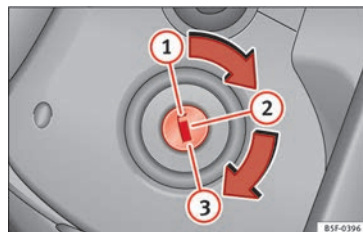

Fig. 173 Positions de la clé de contact.
Dans cette position » fig. 173 l'allumage et le moteur sont déconnectés, ce qui peut bloquer la direction. »
- Amenez la clé de contact en position » **fig. 173**  2. Le témoin  s'allumera en cas de préchauffage du moteur.
- Amenez la clé de contact en position » fig. 173 ①.